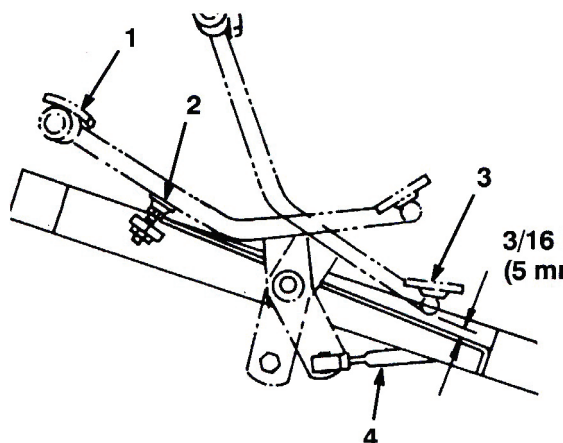

図48
1. No.5 セクションのバルブ・スプールが完全に引き出される状態までペダルを前進方向に踏み込む。ペダルがストップに当たれば調整は適正である（図48）。
2. この時のペダルの底とフットレストとのすきまを測る（図48）；5 mm あれば適正。値が5mm より多くても少なくとも、走行コントロール・ロッドを調整する。調整手順：
- A. 走行コントロール・ロッドをトラクション・シャフト・ピボットに固定しているジャム・ナットとボール・ジョイントをゆるめる（図48）。